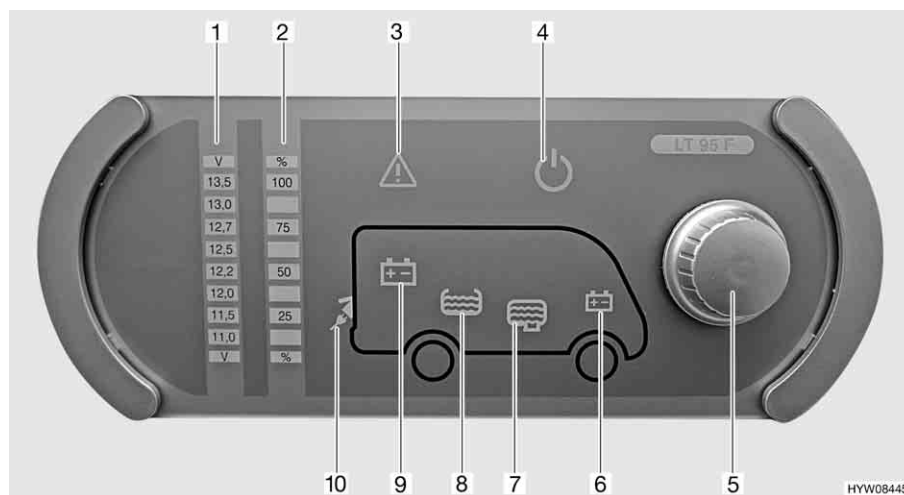

Fig. 93 Pannello di controllo (LT 95)
Il pulsante a rotazione (Fig. 93,5) inserisce o disinserisce il pannello di controllo e l'alimentazione a 12 V dell'abitacolo.
**Accensione:** ■ Premere il pulsante a rotazione (Fig. 93,5): L'alimentazione a 12 V dell'abitacolo è inserita. La spia di controllo a 12 V (Fig. 93,4) diventa verde.
**Spegnimento:** ■ Premere il pulsante a rotazione (Fig. 93,5): L'alimentazione a 12 V dell'abitacolo è disinserita. La spia di controllo a 12 V (Fig. 93,4) si spegne.
Mediante il pulsante a rotazione (Fig. 93,5) si possono interrogare sia la tensione della batteria dell'abitacolo che la tensione della batteria di avviamento. La tensione viene visualizzata sulla scala indicatore per la tensione della batteria (Fig. 93,1).
**Indicazione:** ■ Ruotare il pulsante a rotazione (Fig. 93,5), finché si accende il simbolo della batteria della quale deve essere interrogata la tensione.
Viene indicata la tensione della batteria dell'abitacolo (Fig. 93,9)
Viene indicata la tensione della batteria di avviamento (Fig. 93,6)
- Leggere la tensione sulla scala indicatore della tensione della batteria (Fig. 93,1).
Mediante il pulsante a rotazione (Fig. 93,5) si possono interrogare sia il livello del serbatoio dell'acqua che il livello del serbatoio delle acque grigie. Il livello viene visualizzato sulla scala indicatore livello dei serbatoi (Fig. 93,2).
- Ruotare il pulsante a rotazione (Fig. 93,5), finché si accende il simbolo del serbatoio del quale deve essere interrogato il livello.
Viene indicato il livello del serbatoio dell'acqua (Fig. 93,8)
Viene indicato il livello del serbatoio delle acque grigie (Fig. 93,7)
- Leggere il livello sulla scala indicatore del livello serbatoio (Fig. 93,2).
La spia luminosa Alarm (Fig. 93,3) lampeggia non appena i valori limite fissati vengono superati per eccesso o per difetto.
La spia luminosa Alarm (Fig. 93,3) lampeggia non appena la tensione della batteria scende al di sotto di 11 V. Se l'alimentazione a 12 V è accesa, si accende anche il relativo simbolo della batteria (Fig. 93,6 o 9), e l'indicatore "11,0" sulla scala indicatore della tensione della batteria (Fig. 93,1) lampeggia. Rischio di uno scaricamento totale della batteria.
La spia luminosa Alarm (Fig. 93,3) lampeggia ed il relativo simbolo del serbatoio (Fig. 93,7 o 8) si accende non appena il serbatoio dell'acqua è vuoto o il serbatoio delle acque grigie è pieno.
La spia di controllo a 230 V (Fig. 93,10) si accende quando all'ingresso della centralina elettrica è presente una tensione di rete.